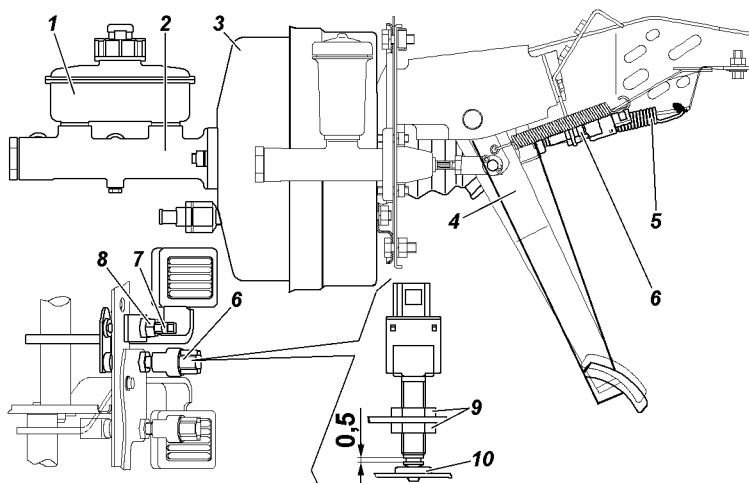

Рис. 9.43. Привод главного цилиндра:
**Свободный ход педали тормоза.** При необходимости вращением регулировочного винта 7 (рис. 9.43) выберите зазор в соединении: вилка толкателя вакуумного усилителя-палец-рычаг привода тормоза. Свободный ход педали должен быть 5-8 мм. После регулировки затяните гайку 8 винта с моментом 14 - 18 Н·м (1,4 - 1,8 кгс·м).
2. Переместите рычаг стояночного тормоза 1 (рис. 9.43) в крайнее нижнее положение.